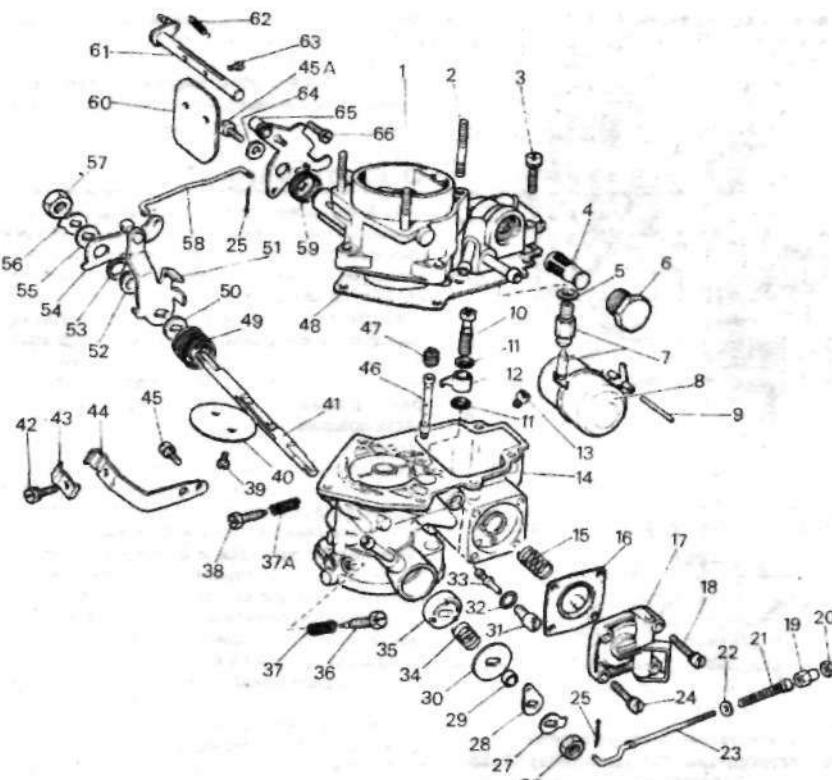

Рис.3.7. Устройство карбюратора Weber 32 IBA 20:
6. Перед разборкой карбюратора ознакомьтесь с рис.3.7, на котором показано его устройство.